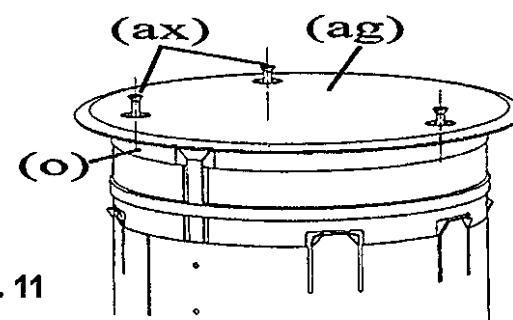
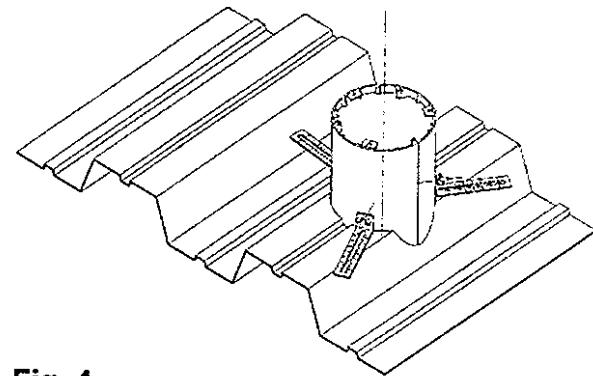

Fig. 11
Fig. 4
2. Remove cover assembly by removing screws (ax) attaching cover to the can. See Figure 11.
Slide (3) tube segments (aa) together using dovetail joints. Segments are identical except for location of holes (ab). Assemble brackets (ad) as required as shown in figures 4 and 5. Brackets are marked to assist assembly. Turn hexagonal head screws (ae) horizontally to support the disc (at). Insert discs (at) at top, center and bottom. Bend brackets (af) for center and bottom positions to fit inside the assembled tube segments.
2. Install assembly into cut hole, see Fig.4. Check that the assembly is installed plumb to the deck. Attach to deck with sheet metal screws (not supplied).
2. Retirer le couvercle en levant les vis (ax) rattachant le couvercle de la boîte. Consulter la Fig. 11.
- Joindre (3) éléments de tube (aa) en queue d'aronde. Les éléments sont identiques sauf pour la position des trous (ab).
- Assembler les supports (ad) au besoin conformément aux figures 4 et 5. Les supports comportent des repères pour faciliter l'assemblage. Tourner les vis hexagonales (ae) horizontalement pour soutenir le disque (at). Insérer les disques (at) en haut, au centre et en bas. Au centre et en bas, plier les supports (af) afin qu'ils s'adaptent à l'intérieur des sections de tube.
2. Monter l'ensemble dans l'ouverture ainsi ménagée, consulter la Fig. 4. S'assurer que l'ensemble est de niveau avec le plancher. Fixer au plancher avec des vis à tôle (non fournies).